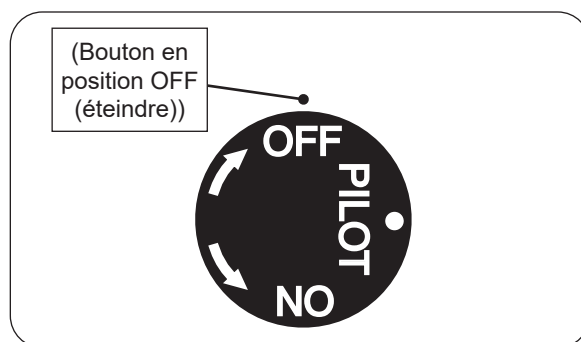

Fig. 61-2 Arrêt du pilote
2. Localisez la vanne sur le côté de l'unité. Pousser le gaz bouton de commande légèrement et tourner dans le sens des aiguilles d'une montre sur **OFF** (éteindre) (voir Fig. 61-2).
Appuyez légèrement sur le bouton de contrôle et tournez-le dans le sens des aiguilles d'une montre sur **OFF** (éteindre). Ne force pas. Voir Fig. 61-2.